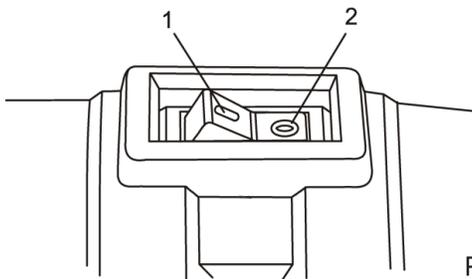

Рис. 7
2. Переведите клавишу выключателя в положение (1) (Рис. 7)
3. Для выключения инструмента переведите клавишу выключателя в положение (2) (Рис. 7).